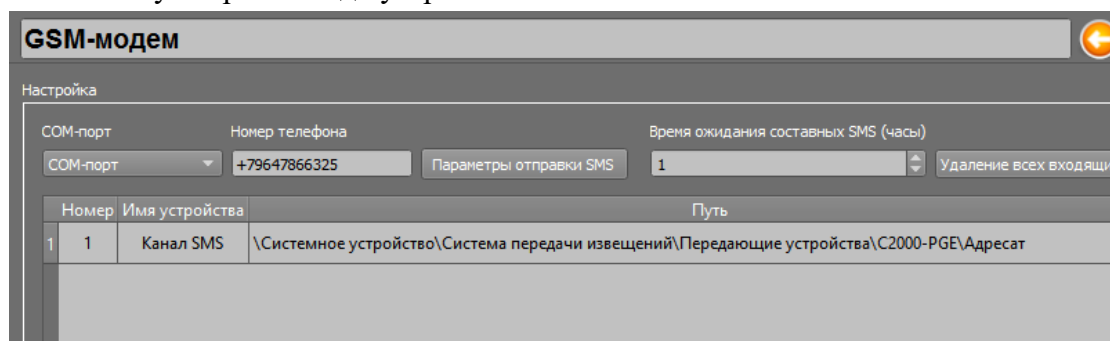

Рисунок 3-55. Привязанный канал «C2000-PGE» в GSM-модеме
5. В настройках модема укажите номер телефона SIM карты установленной в модем, в параметре «Время ожидания составных SMS» укажите значение – 1 час (Рисунок 3-55). При необходимости укажите количество попыток отправки SMS команд и паузы между отправками.